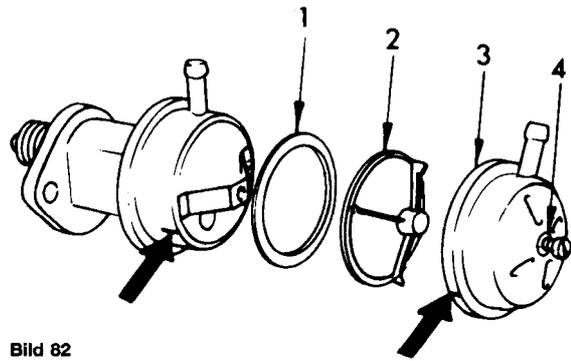

Bild 82
Die Kraftstoffpumpe wird mechanisch durch einen Stössel über den Nocken auf der Ölpumpenantriebswelle angetrieben. Die Einzelteile der Kraftstoffpumpe sind in Bild 82 gezeigt.
- Wird der Unterdruck bzw. der Förderdruck nicht erreicht, ist zu prüfen, ob am Gummidichtring «1» in Bild 82 keine Falschlucht angezeigt wird. Nach Befund die Dichtung erneuern und die Prüfung wiederholen.